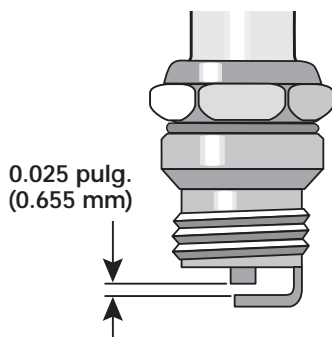

Figure 56
3. Cambie toda bujía partida, inundada o sucia. Fije la separación de aire a **0.025 pulgadas (0.655 mm)** utilizando un calibre (Fig. 56).